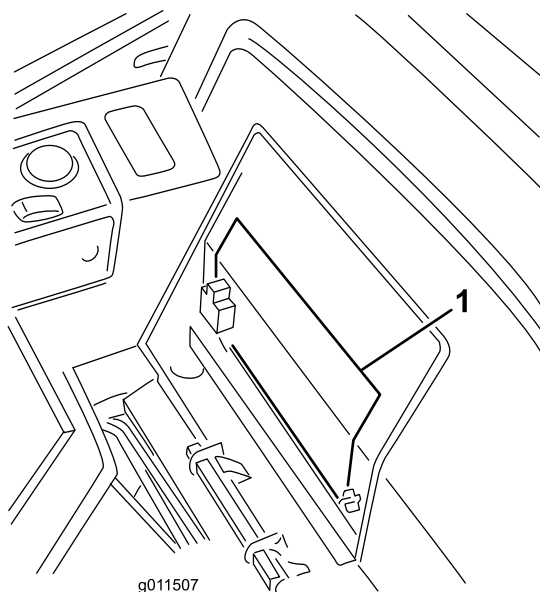

Figure 57
2. Enlevez le couvercle de la batterie (Figure 57).